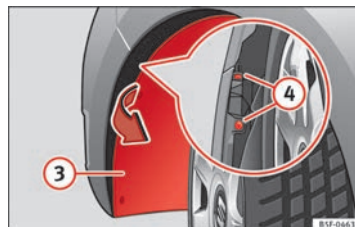

Fig. 194 Faro antiniebla: acceso al conector y al portalámparas.
- Tire del pasarrueda ③ ⇒ fig. 194 para dar acceso a los 2 tornillos ④ ⇒ fig. 194 del parachoques que quedan escondidos.